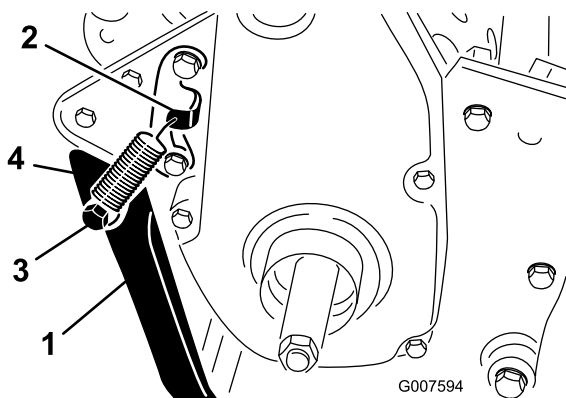

Figura 7
- Prenda a mola no furo do suporte da mola e na fixação da mola alinhando a cavilha da mola com os furos de montagem na parte traseira do chassis (Figura 7).
- Monte o apoio em cada lado do chassis com um parafuso, anilha de bloqueio, cunha, anilha de cabeça chata e porca de bloqueio (Figura 7). Posicione a cunha no furo de montagem do apoio.